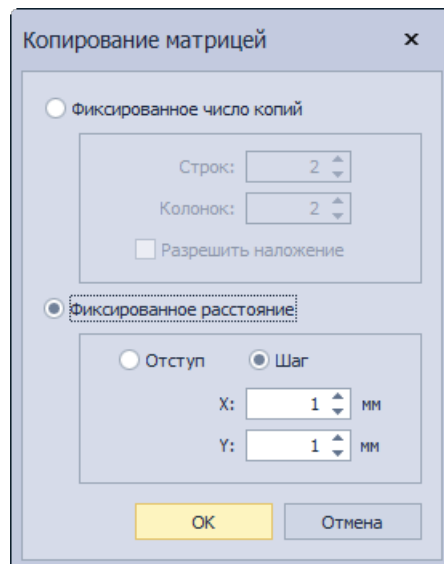

Рис. 447 Фиксированное расстояние
- Фиксированное расстояние (см. Рис. 447) – выберите один из предложенных вариантов задания расстояния. Отступ – отступ между размещаемыми копиями объектов. Шаг – шаг, с которым объекты будут размещены. Введите параметры расстояния по оси X и оси Y в мм для выбранного варианта. Число размещаемых копий не ограничено.